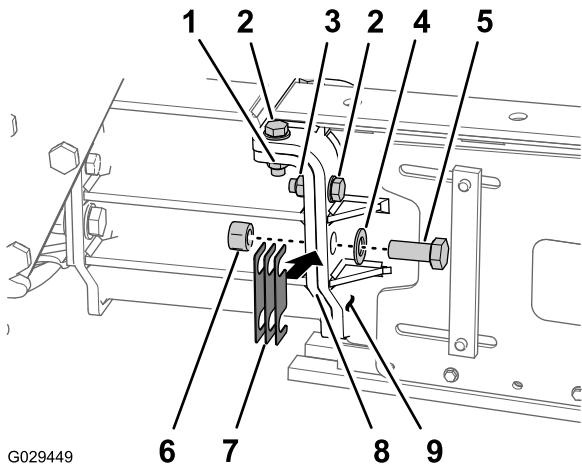

Figure 11
6. Sur le support de fixation de l'extension et la plaque de montage de l'élinde à roche, desserrez les 4 boulons à tête hexagonale (3/4 x 2-1/2 po) et écrous (Figure 11).
2. Sur le support de fixation de l'extension et la plaque de montage de l'élinde, montez le boulon horizontal (1 x 2-1/2 po) et le contre-écrou dans le trou horizontal du support de fixation et de la plaque de montage, et serrez-les à la main (Figure 11).